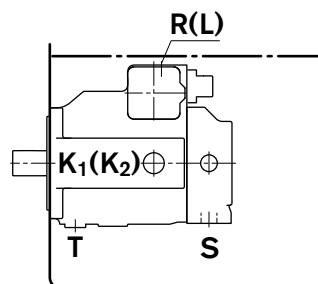

figure 3
a) Si le niveau de fluide minimal est supérieur ou égal à l'arête supérieure de la pompe : raccord de drainage et raccord » S « ouverts (voir figure 3).